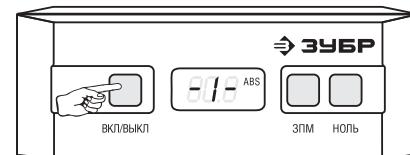

Рис. 1
- расположите прибор на плоской поверхности по направлению ЖК-дисплеем к себе, надписи на корпусе должны быть в правильном для прочтения положении (не перевернуты). Расположите прибор вдоль линии или угла. Нажмите кнопку «ВКЛ/ВЫКЛ». На экране появится значок «-1» (рис. 1).